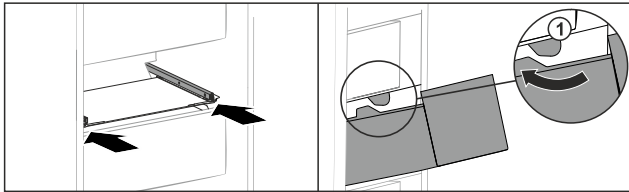

Fig. 226
- ▶ Guider le tiroir en contournant les butées Fig. 226 (1).